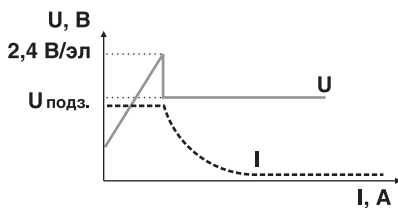

Рис.1
1.1. Метод IU (DIN 41773), (рис.1)